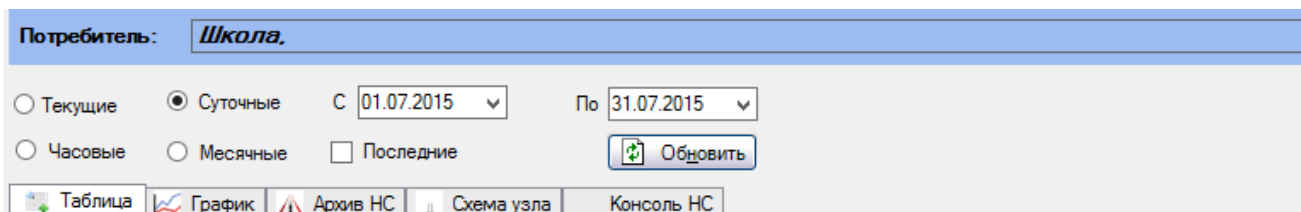
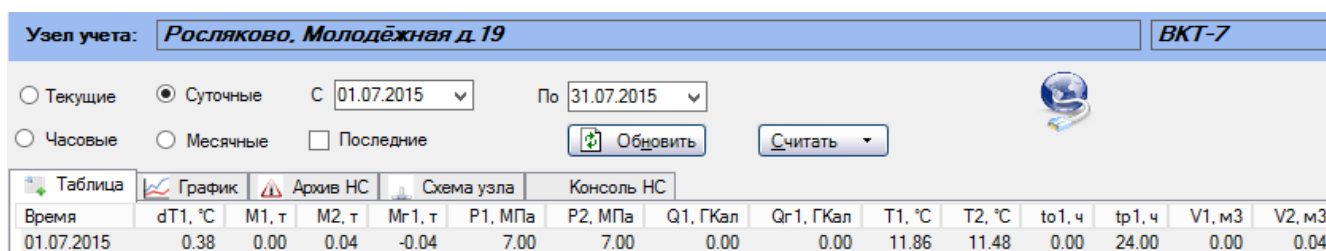

Рис. 6 Панель управления для потребителя
Рис. 7 Панель управления для прибора учета
- Панель управления – верхняя область информационной панели (Рис. 6), предназначена для выбора типа архива и периода времени, за который нужно отображать данные для просмотра и генерации отчетов. Если выбранный объект представляет узел учета, то здесь же доступны клавиши запроса текущих (оперативных данных) из прибора, а также запуска считывания архива (Рис. 7).